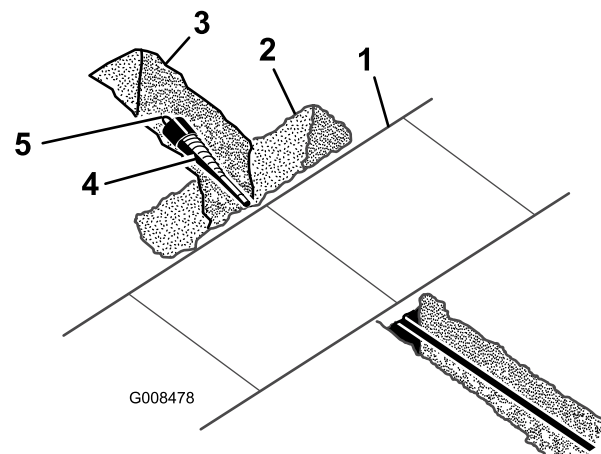

Figure 30
1. Avec une pelle, dégagez avec précaution les abords du trépan afin de pouvoir le sortir du sol (Figure 30).
2. Retirez le trépan et fixez l'alésoir (Figure 30).
3. Fixez le câble ou la tuyauterie installé(e) au pivot à l'extrémité de l'alésoir (Figure 30).